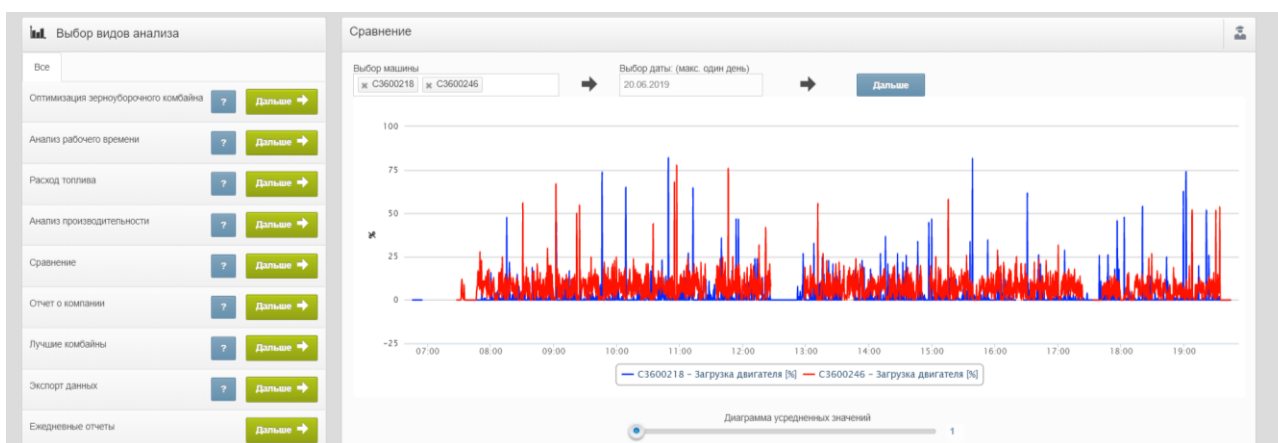

Рисунок 5.27 – Сравнение машин
16. Далее перейдите к сравнению машин с серийными номерами С3600218 и С3600246 по разным показателям (рисунок 5.27).